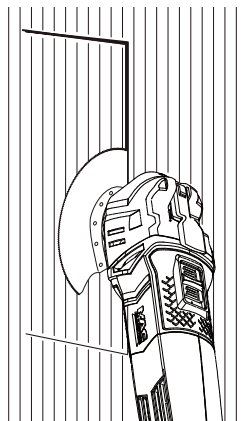

Fig. 18
- > Cuando utilice la hoja de sierra segmentada (9), aplique una ligera presión en la dirección de corte y mueva el producto hacia delante a lo largo del marcado a velocidad constante (Fig. 18).